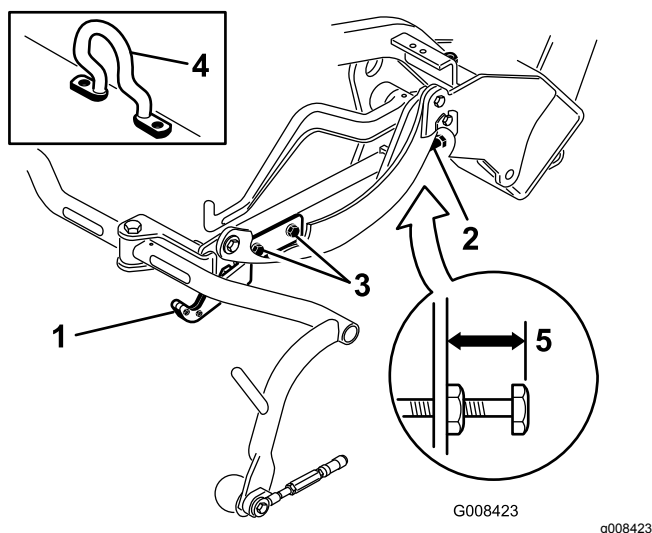
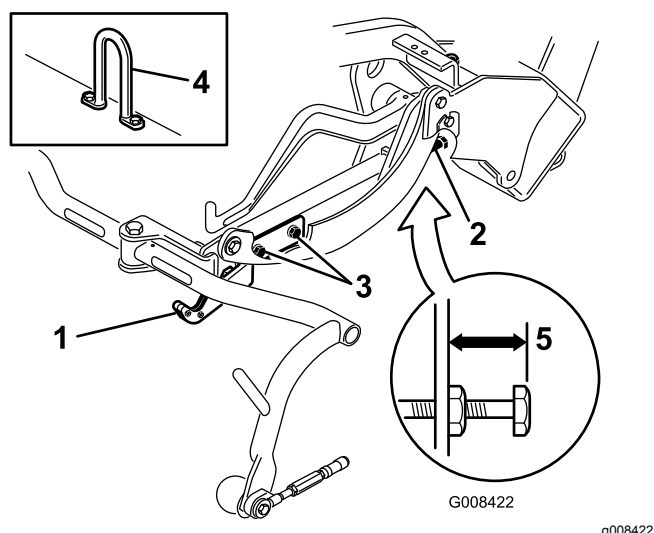
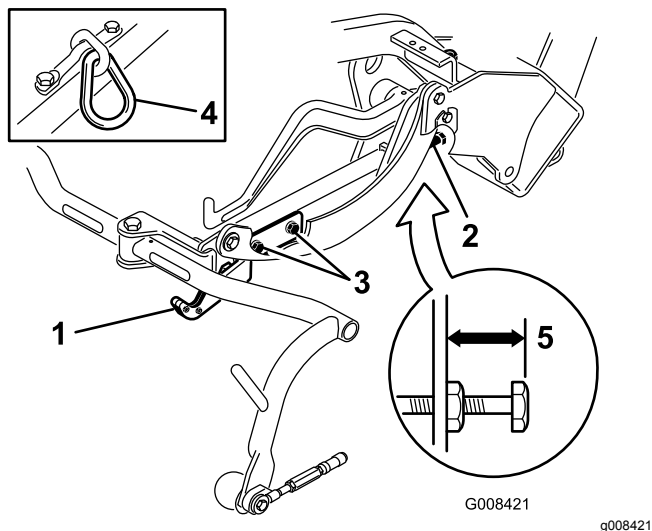

Figure 12
Figure 14
Figure 13
Vérifiez la hauteur de transport (Figure 13 et Figure 14) et ajustez-la au besoin.
2. Sur les plateaux de coupe équipés d'un crochet de levage décentré (Figure 12, détails), vérifiez qu'un espace de 25 mm existe entre le haut de la vis de réglage du bâti porteur et l'arrière du bâti porteur. Si l'espace n'est pas correct (25 mm), passez à l'opération 4.
3. Sur les plateaux de coupe équipés d'un maillon de chaîne ou d'un crochet de levage droit (Figure 13 et Figure 14, détails), vérifiez qu'un espace de 22 mm existe entre le haut de la vis de réglage du bâti porteur et l'arrière du bâti porteur. Si l'espace n'est pas correct (22 mm), passez à l'opération 4. Si le plateau de coupe est équipé d'un crochet de levage décentré (Figure 12), passez à l'étape suivante.
4. Desserrez les vis de la plaque de transport (Figure 13, Figure 14 et Figure 12).
7. Si les bâtis porteurs ne sont pas tous à la même hauteur, desserrez l'écrou de blocage de la vis de réglage sur chaque bâti (Figure 12, Figure 13 et Figure 14). Tournez la vis vers l'extérieur pour élever le bâti ou vers l'intérieur pour l'abaisser. Serrez l'écrou de blocage une fois que vous avez obtenu la bonne hauteur.